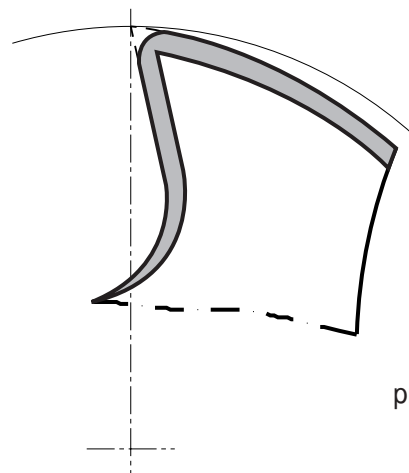

рис. 1
- переточка канавок (см. Рисунок 1)